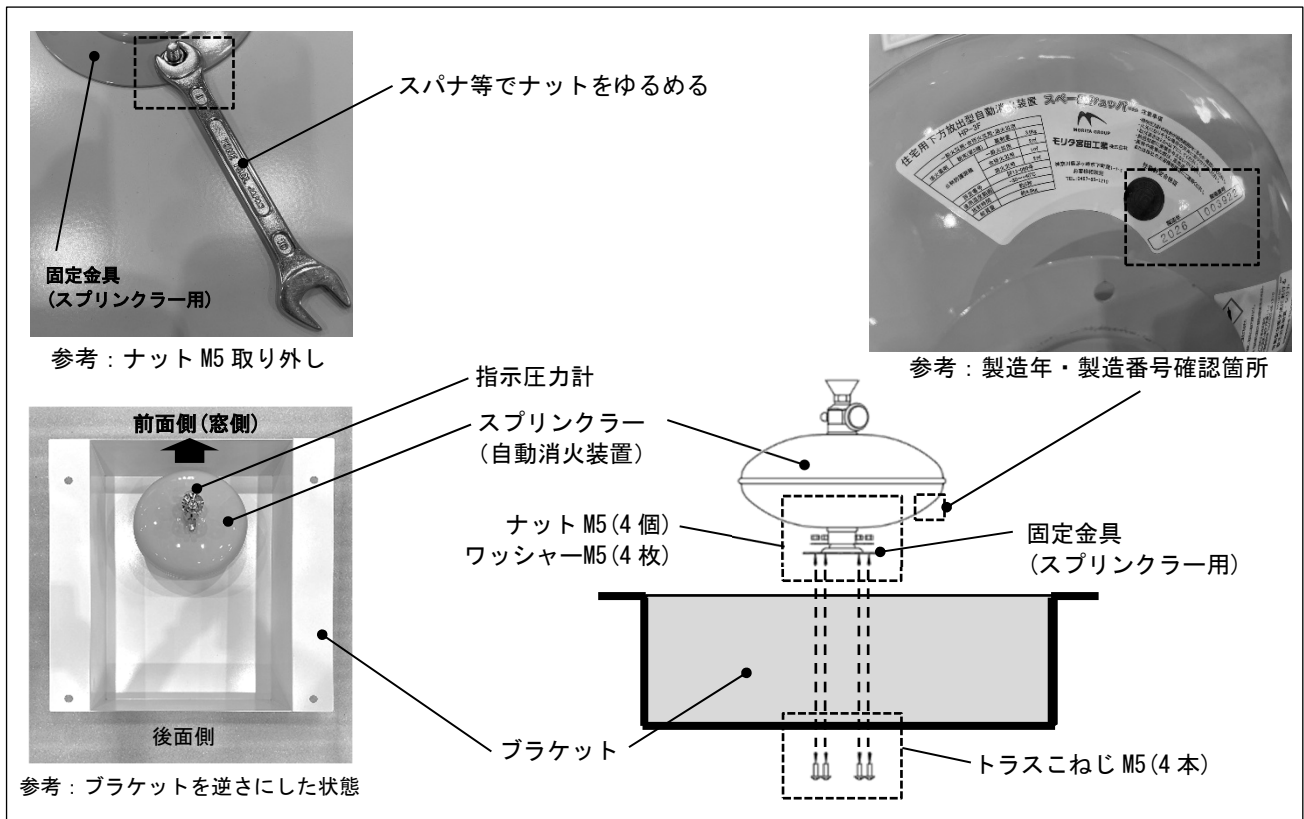

Fig.6-5 自動消火装置とブラケット取り外し
- ①-3:「Fig.6-5」を参照し、BとCの工具を使用してスプリンクラーとブラケットを取り外してください。
- ①-4: 製品に付属のスプリンクラー取扱説明書「スペースシュッパ― 住宅用下方放出型自動消火装置」に従って点検または交換をおこなってください。
- ①-5: 点検終了後、スプリンクラーとブラケットを「Fig.6-5」を参照し、指示圧力計が前面側(窓側)に向くようにして元の位置に固定してください。